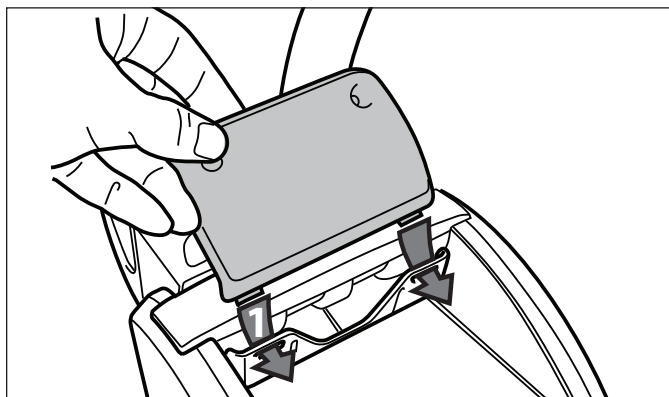

Figure 10. Positionner les pinces des plaques de verrouillage
2. Glisser les pinces de la plaque de verrouillage dans le crochet de contrôle et aligner avec les trous de vissage. Se référer à la figure 10.